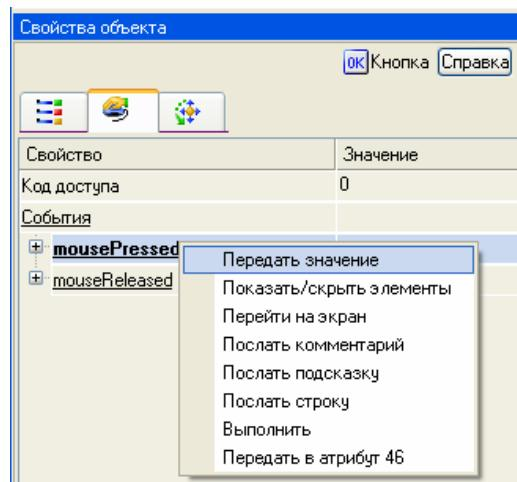

Рис. 4.3
4.4.2.3. Відкрити у вікні властивостей вкладку **Дія** і ПК розкрити меню **mousePressed** (**По натисненню**). Вибрати із списку команду **Передати значення** (див. рис. 4.3).